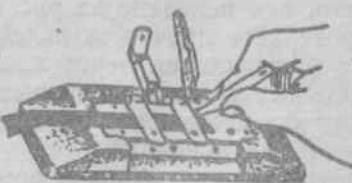

Рис. 31.
3. Откройте правый прижим и удалите отрезок правого конца. Закройте прижим, следя за тем, чтобы левый конец остался прижатым и не соскочил с зубцов. Упирая скребок в край правого прижима, как показано на рис. 31, произведите плавным перемещением скребка поперек фильма зачистку выступающего конца до полного удаления эмульсии.